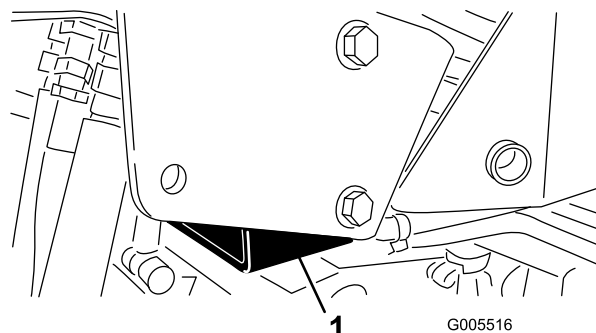

Figura 37
- Lado derecho—debajo del soporte del ROPS (sistema de protección anti-vuelco)(Figura 37)